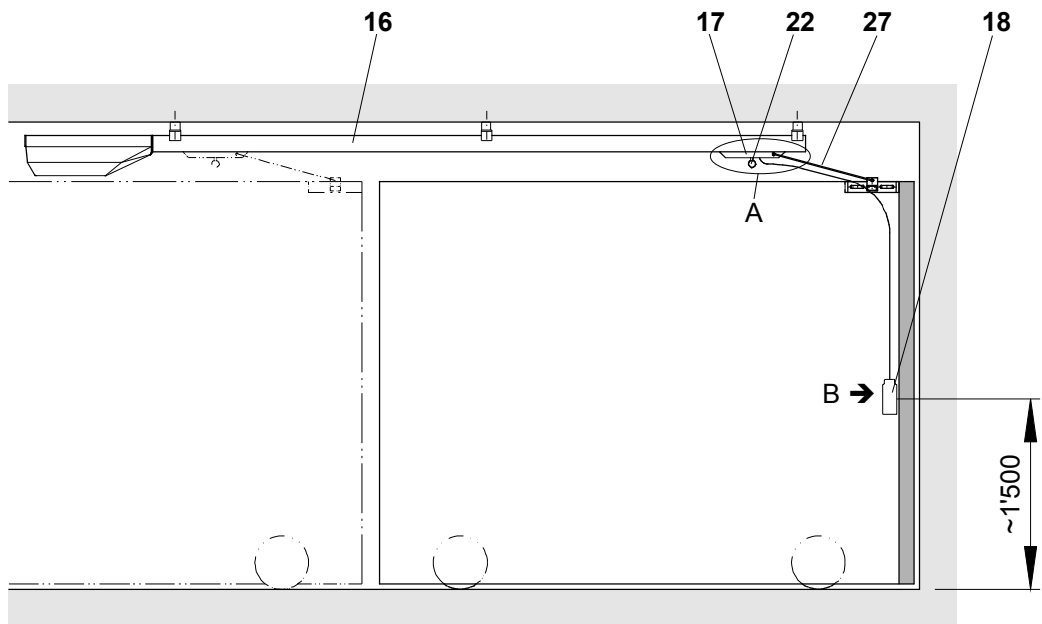
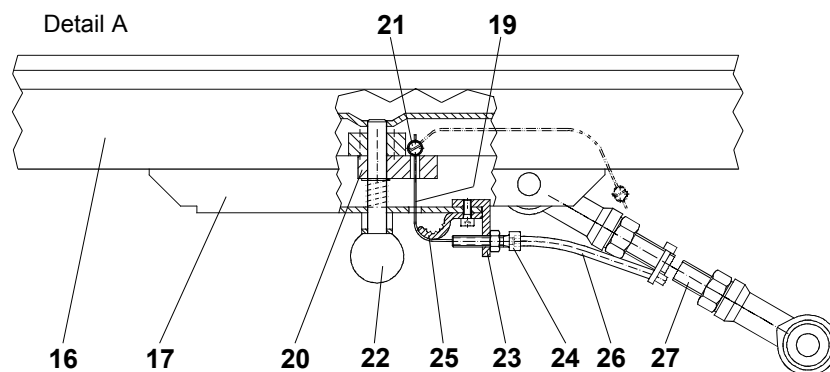
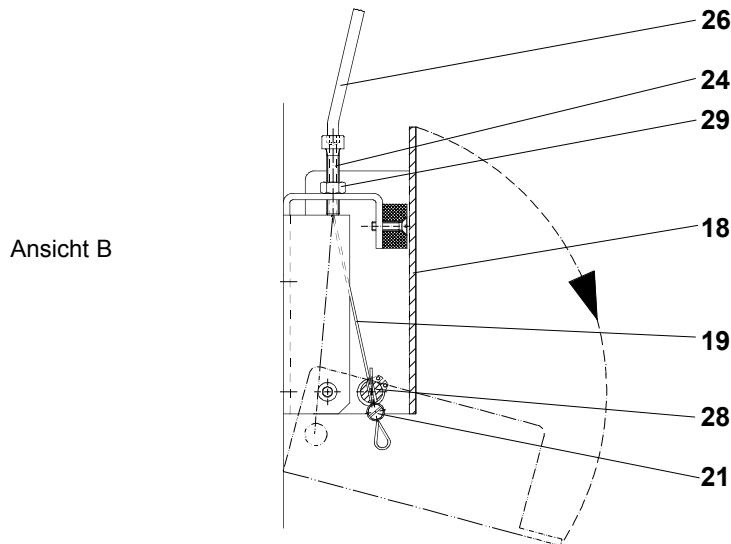

Fig. 8
Fig. 9
Fig. 10
- Antriebskopf (10) anheben und an hintere Aufhängewinkel (15), bei Bohrloch (13) lose befestigen.
- Diese Option wird eingesetzt, wenn der rote Knopf (22) am Schlitten (17) im Aluminiumführungsprofil (16) schlecht zugänglich (z.B. zu hoch) ist. Fig. 8
- Lage des Betätigungshebels (18) so festlegen, dass er:
- Betätigungshebel (18) mit beigepacktem Befestigungsmaterial auf dem Tor festschrauben. Fig. 8
- Stahlseil (19) durch Bohrung im Schlitten (17) und im Führungsstück (20) stecken. Seilende fassen und Schraubennippel (21) montieren. Fig. 9
- Stahlseil (19) zurückziehen bis sich der rote Knopf (22) bewegt.
- Winkel (23) mit gebohrter Schraube (24) und Seilführung (25) montieren.
- Bowdenzughülle (26) entlang der Zugstange (27) auf direktem Weg ohne zu knicken zu gebohrter Schraube (24) des Betätigungshebels (18) verlegen. Fig. 8, Fig. 10
- Stahlseil (19) durch Bowdenzughülle (26) zu gebohrter Schraube (24) und Achse (28) stossen.
- Schraubnippel (21) auf Seilende stecken und Stahlseil (19) schlaufen. Schraubnippel (21) festziehen wenn der Betätigungshebel (18) eingeklappt ist.
- Stahlseil (19) spannen, indem die gebohrte Schraube (24) herausgedreht wird. Kontermutter (29) festziehen. Fig. 10